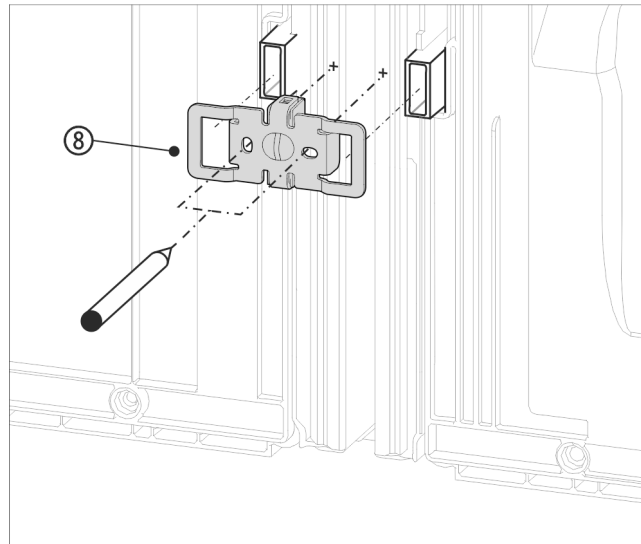

Fig. 17 Illustrationen är ett exempel
- ▶ Tryck fast vinkel Fig. 17 (8) med uttagen över intaget för väggavståndshållaren.